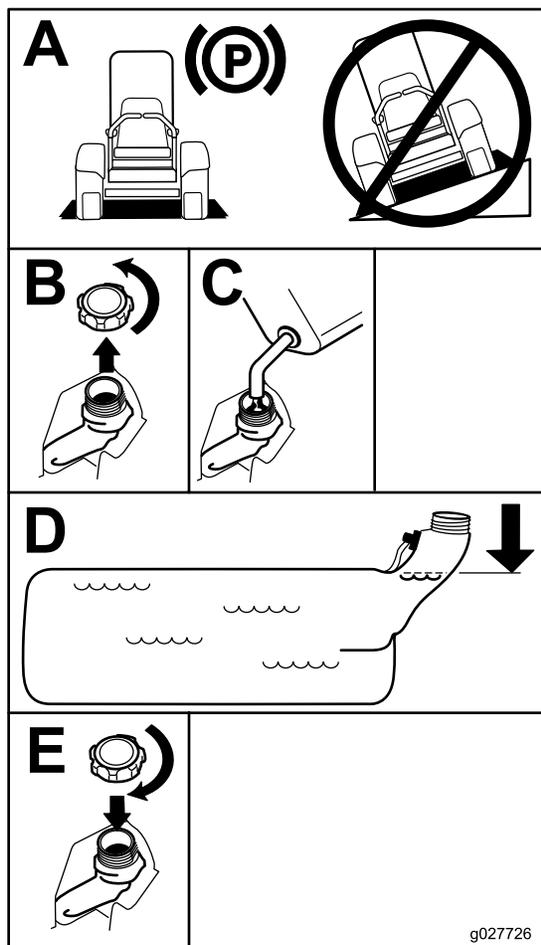

Figura 7
3. Limpe a zona em redor da tampa do depósito de combustível e retire-a. Adicione gasolina sem chumbo normal ao depósito de combustível, até que o nível se encontre entre 6 a 13 mm abaixo da extremidade inferior do tubo de enchimento. Este espaço no depósito irá permitir que a gasolina se expanda. Não encha completamente o depósito de combustível; consulte (Figura 7).